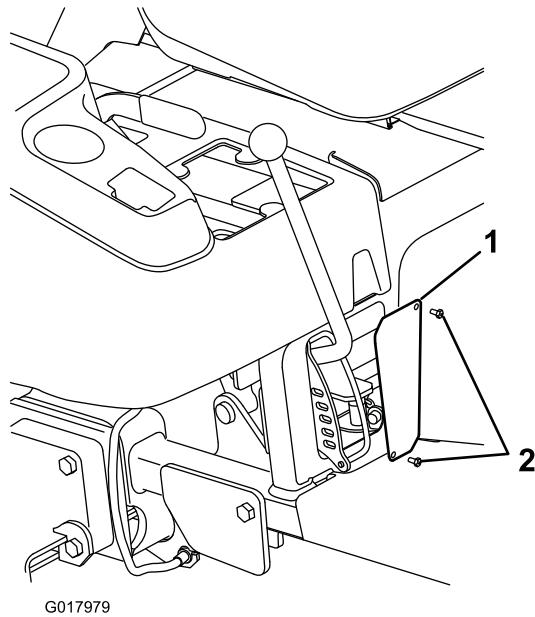

Figura 9
- Instale o novo painel do filtro na **parte posterior** da estrutura com 2 parafusos de cabeça chata (n.º 10 x 1/2 pol.) (Figura 9).